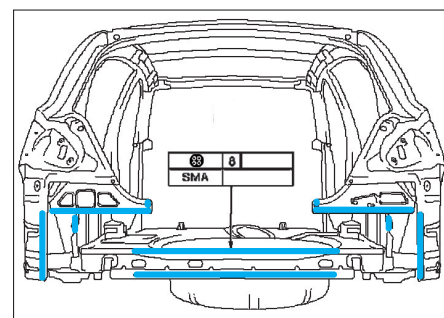

FIG. 105
- Encoller le joint du panneau intérieur sur la caisse (**fig. 105**).